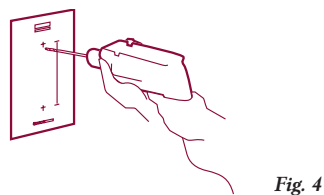

Fig. 4
- Fest boremalen til veggen og lag hull i veggen i merkene vist på boremalen. Bruk en 5 mm bor. (fig. 4)